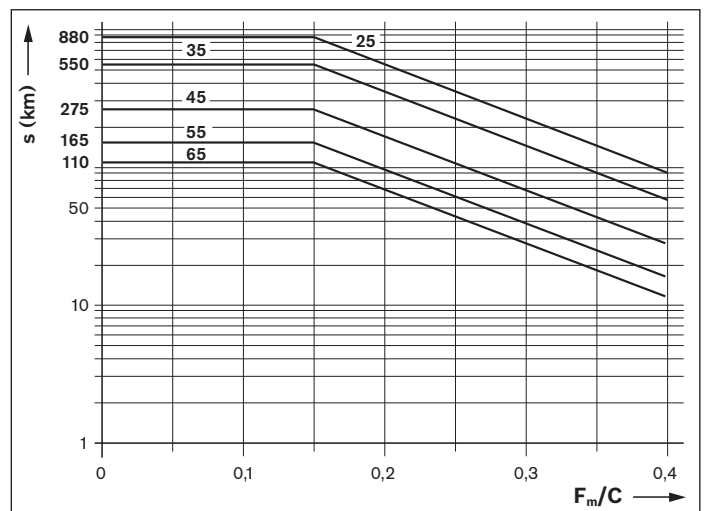

Figura 1: Intervalo de relubricación
- ▶ Una vez se haya alcanzado el intervalo de relubricación según la figura 1, aplicar la cantidad de relubricación según la tabla 2.
- ▶ Una vez se haya alcanzado el intervalo de relubricación según la figura 1, aplicar la cantidad de relubricación en cada conexión de lubricación según la tabla 2.